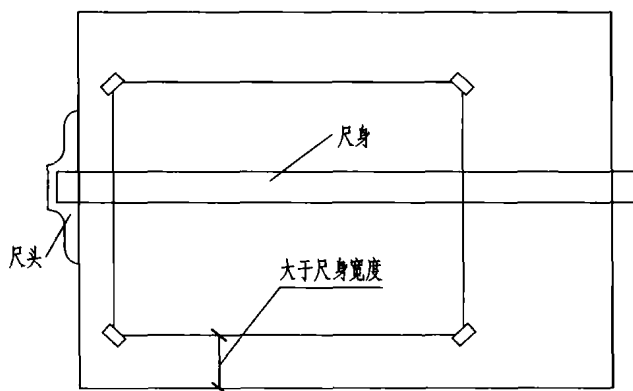

图 1-16 图纸固定的位置
① 阅读有关文件、资料,了解所绘图样的内容和要求。
② 备好绘图仪器和工具,把图板、三角板、丁字尺擦净,削好铅笔,并将各种工具放在固定的位置上。
③ 确定图幅,并用透明胶带将图纸固定在图板上。在图纸的下边缘至少留足一个丁字尺尺身的宽度,保证绘制下边图线时,丁字尺不晃动。使用丁字尺时,注意将尺头紧贴图板侧边(图 1-16)。